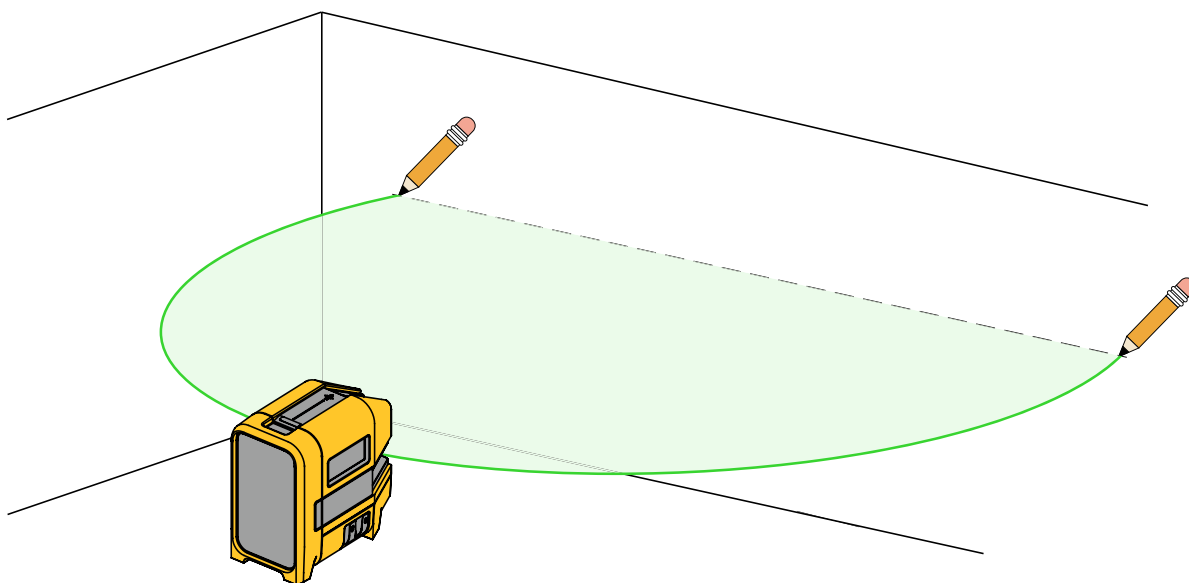

Рисунок 2. Новое выравнивание по горизонтали и диагонали
2. Включите горизонтальный лазер и направьте лазер на целевой участок. См. Рисунок 2.